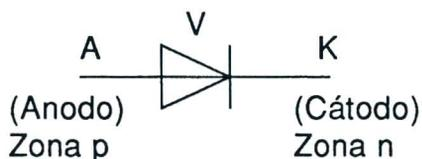

Fig. 11.2.3
El **diodo** es un componente electrónico constituido de un cristal semiconductor (muchas veces pero no necesariamente, de silicio o de germanio) en el cual ha sido realizado una unión P-N. En el cristal vienen sucesivamente aplicados dos reóforos (terminales) y todo viene encapsulado en un contenedor de material aislante que tiene el objetivo de aislar y proteger el componente. Los dos terminales se llaman ánodo (A) y cátodo (K): el ánodo es el terminal conectado en la zona P, el cátodo es el terminal conectado en la zona N. El símbolo circuital del diodo está presentado en la fig. 11.2.3.